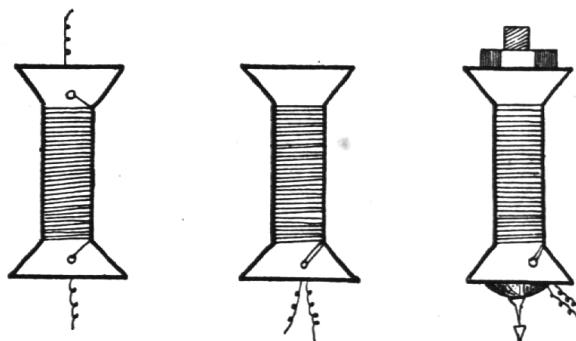

Abb. 21
d) Die Spule mit vielen Windungen dicken Drahtes und einem Eisenkern (Schraube mit Mutter) vermag mehrere Nägel zu tragen. Abb. 21.